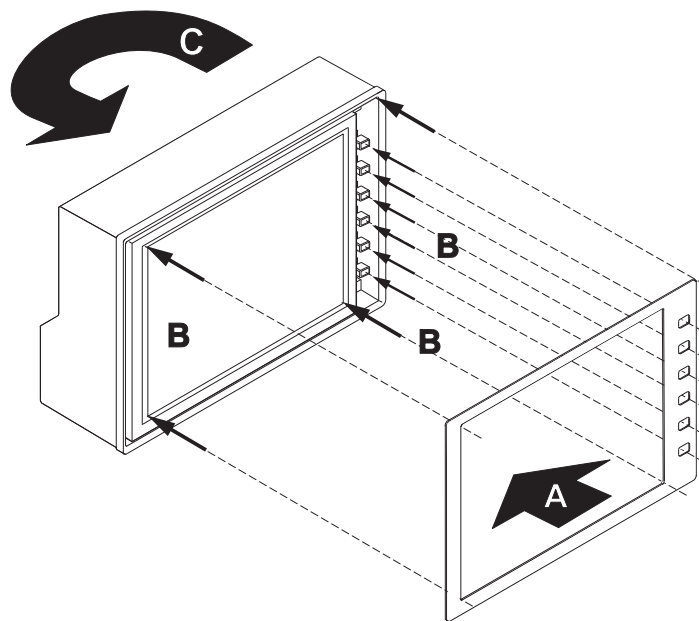

Bild D 7-8: Einsetzen und Befestigen der neuen Skala
7. Nehmen Sie die neue selbstklebende Skala (Ersatzteil-Nr. 167217) und entfernen Sie die Schutzfolie von der Rückseite (A). Die sechs kleinen Aussparungen der Skala müssen genau über die sechs Tasten platziert werden. Achten Sie auch darauf, dass die große Aussparung genau über der Anzeigefläche des Displays zu liegen kommt (B). Kleben Sie die Skala auf dem Display fest. Achten Sie darauf, die Tasten und das Display nicht zu beschädigen! Drehen Sie das Gehäuse wieder zurück in seine vorherige Position (C). (Bild D 7-8)